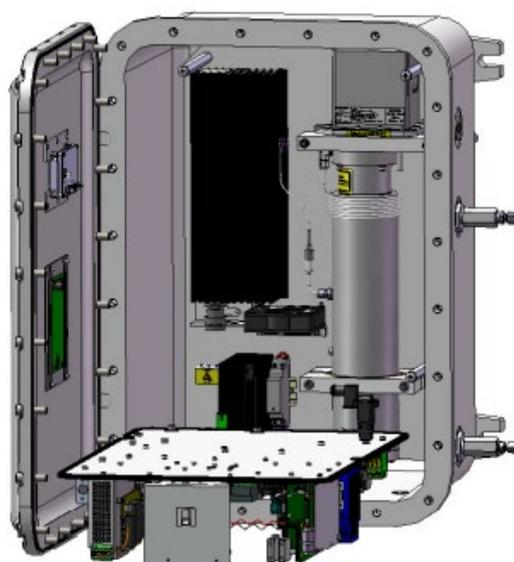

Figura 32. Conjunto del sistema electrónico del nivel superior bajado que deja expuesto el panel de muestra
12. Sostenga el panel del sistema electrónico sin retirarlo completamente de la envolvente. Consulte la figura 32.